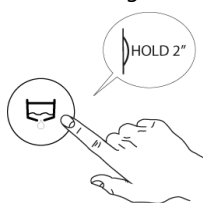

Fig.40
- 7- Appuyer pour quelques secondes le bouton "G" vidange de l'eau. (Fig.40)